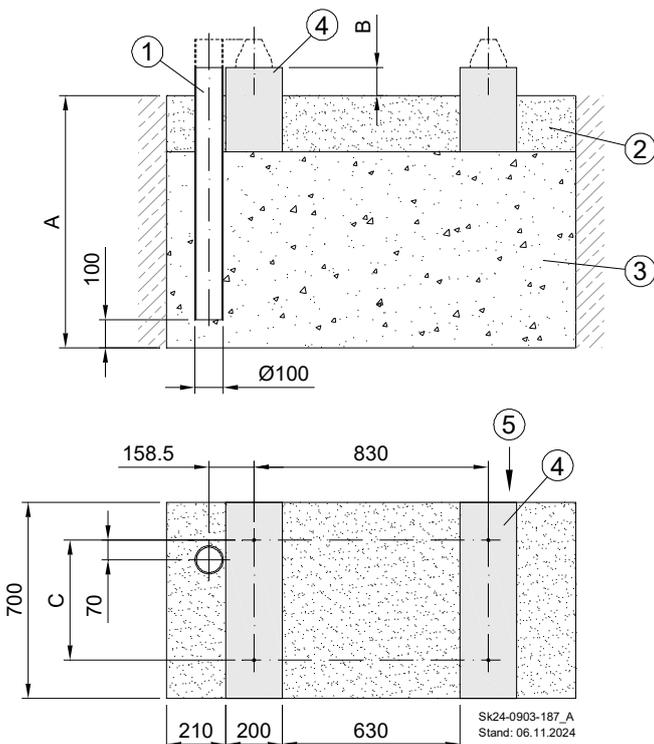

Abb. 13: Maßangaben Streifenfundament
- ➔ Erstellen Sie ein Streifenfundament gem. Abb. 13.
Legende zu Abb. 13: